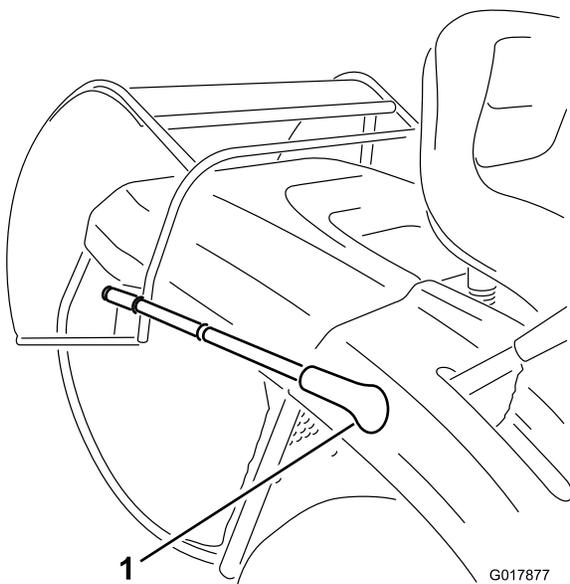

Figure 16
3. Tirez le levier de vidage du bac à herbe vers l'avant et faites basculer le bac à herbe (Figure 16).